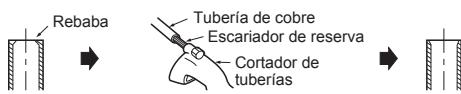

Fig. 3
- Al conectar la manguera de drenaje al tubo de cloruro de vinilo duro, asegúrese de que quede fija al insertarla en el tubo. (Fig. 3)
- 2) Elimina las rebabas de la sección de corte de la tubería, asegurándose de tomar precauciones para evitar la entrada de recortes metálicos en la tubería. (Fig. 3)